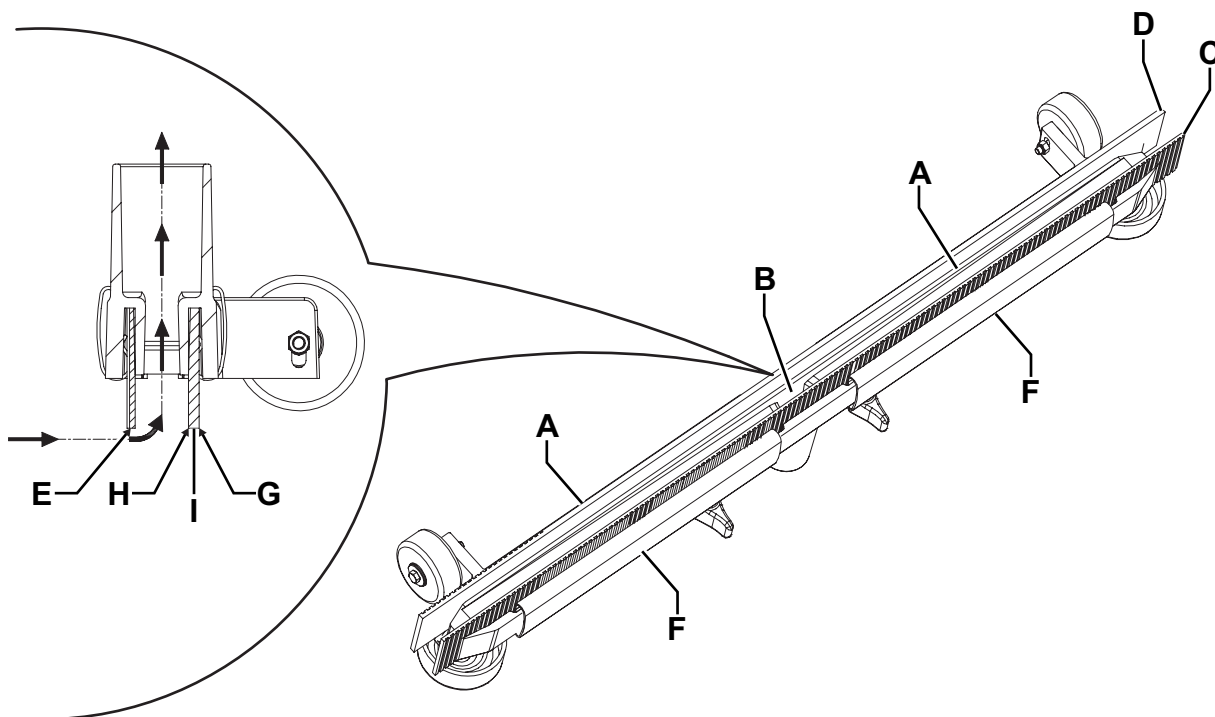

Рис. 5
2. Убедитесь, что сетевой шнур (21) отсоединен от сети электропитания.
3. Опустите швабру с помощью педали (19).
4. Отсоедините вакуумный шланг (22) от швабры.
5. Ослабьте маховики (12) и снимите швабру (11).
6. Вымойте и очистите швабру. В частности, очистите отсеки (А, Рис. 5) и отверстие (В) от грязи и мусора.
7. Проверьте передний скребок (С) и задний скребок (D) на предмет их целостности, отсутствия порезов и разрывов; в случае необходимости замените их (см. порядок действий в следующем разделе).
2. Проверьте края переднего (Е, Рис. 5) и заднего скребков (I) на одном уровне по всей их длине; в случае необходимости отрегулируйте их высоту, как описано ниже:
- Удалите крепежные пружины (F), затем отрегулируйте передний (С) и задний (D) скребки.
3. Проверьте передний (С) и задний скребки (D) на целостность, наличие порезов и разрывов; если необходимо замените их, как показано ниже. Также проверьте передний угол (H) заднего скребка на предмет износа. Если он изношен, переверните скребок, чтобы заменить изношенный угол другим (G), если он в нормально состоянии. Если и другие углы изношены, замените скребок в следующем порядке:
- Удалите крепежные пружины (F), затем отрегулируйте (или переверните) задний (D) скребок.
4. Установите швабру (11) и закрутите маховики (12).
5. Присоедините вакуумный шланг (22) к швабре (11).